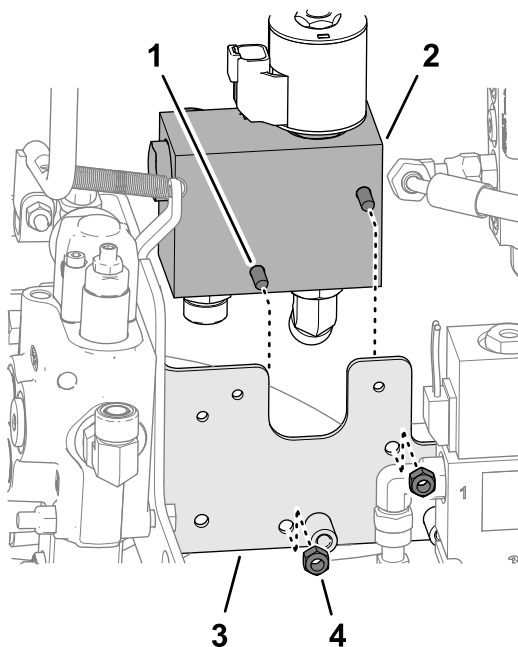

Figura 16
- Monte la válvula de bajo caudal al soporte (Figura 16) con los 2 pernos ($\frac{1}{4}$ " x $2\frac{1}{2}$ ") y 2 contratuercas ($\frac{1}{4}$ ").